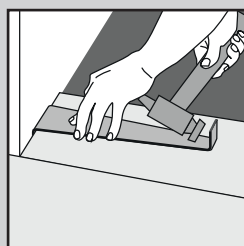

Rys. 3b
4. Rozpocząć drugi rząd, mocując pióro do wpustu metodą klik; deskę trzymać pod kątem (około 30°), a następnie wcisnąć deskę/plytkę ciasno we wpust pierwszego rzędu. Zamontować kolejną deskę ząbując pióro i wpust wzdłuż krótkiej krawędzi. Ostrożnie połączyć pióro i wpust po długiej stronie, zestawiając deskę/plytkę pod kątem (Rys. 3). Plytki i deski należy montować przesunięte względem siebie, aby cztery kąty nigdy się nie spotykały (Rys. 3a i Rys. 3b).